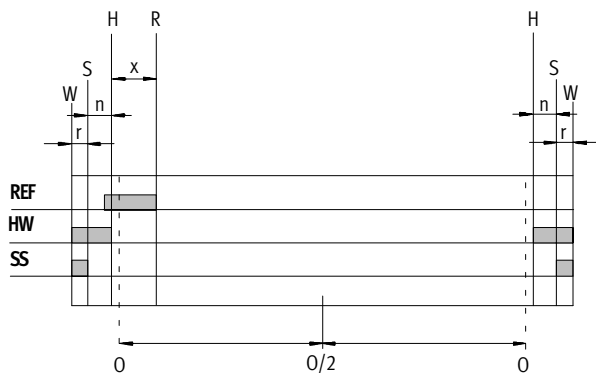

Рис. 35
- Области срабатывания (серые полосы на Рис. 35) предохранительного концевой выключателя (SS) и аппаратного концевой выключателя (HW) перекрываются. Таким образом, при включении привода предотвращаются рабочие состояния с неопределенным положением.